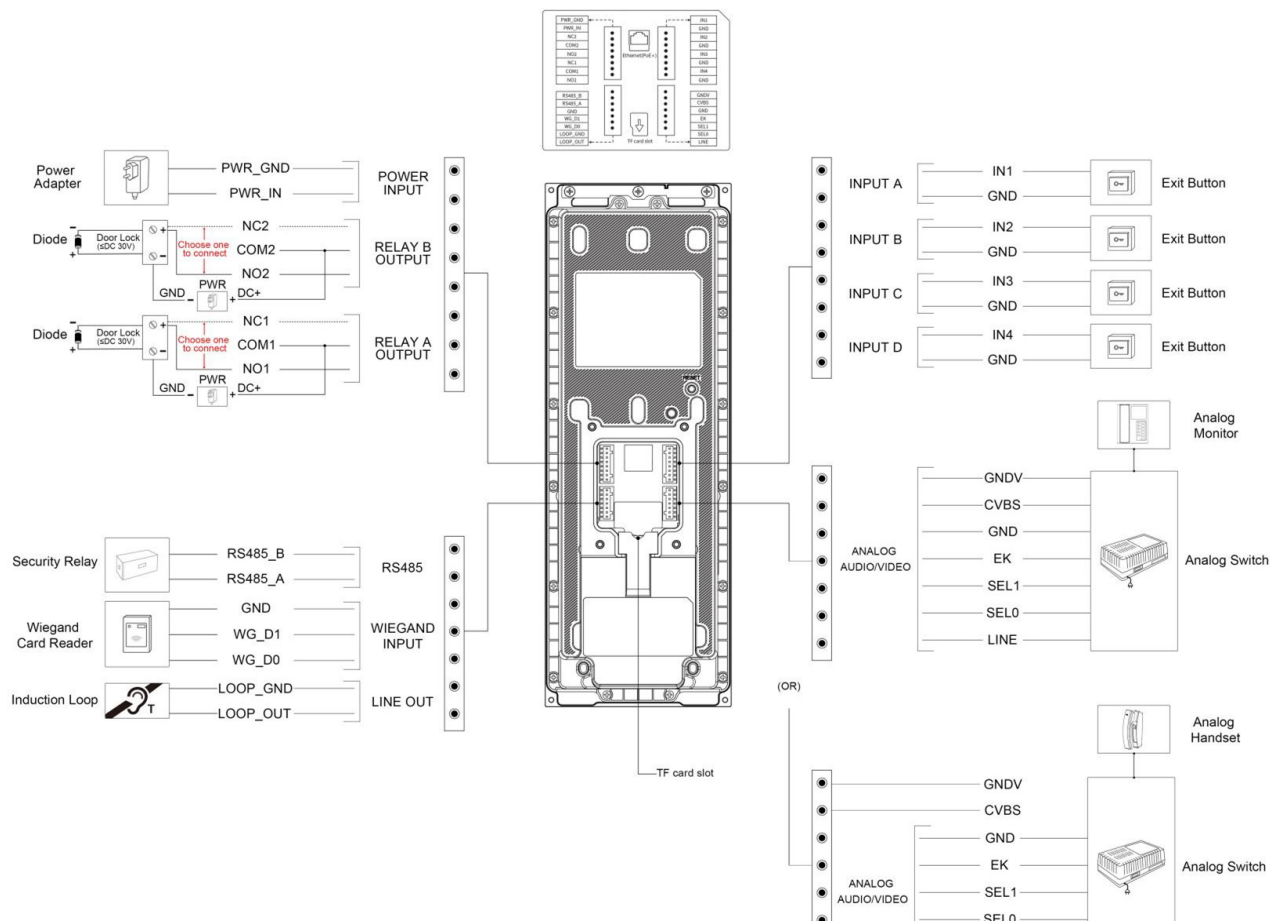

Figure 2 : Station clavier MyBell - câblage
1. Connecter les fils aux borniers à l'aide d'un tournevis à tête plate. Pour plus d'informations, voir la figure 2.